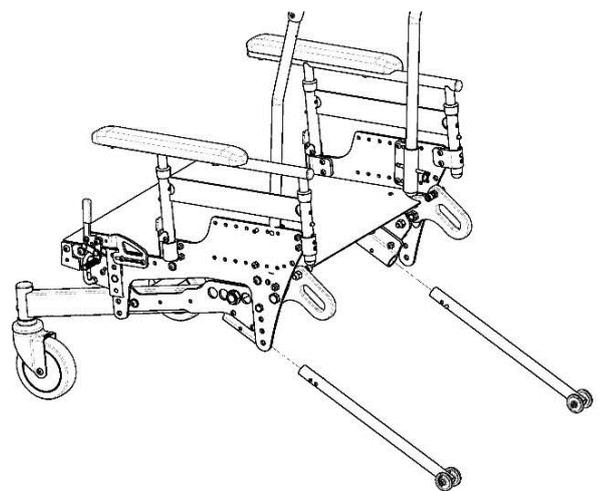

Abb. 13 Montage der Antikippstützen.
2. Schieben Sie die Antikippstütze in die Aufnahme. (Abb. 13), bis sie einrastet.